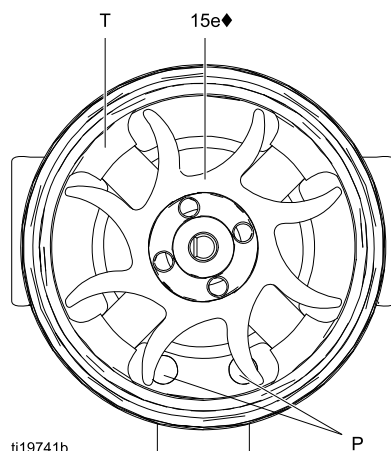
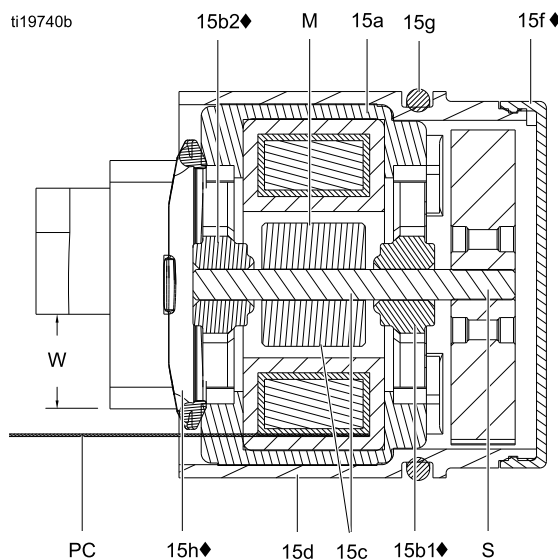

Figure 34 Fläktororientering
Figure 35 Tvärsnitt av generatorm
- Placera lindningen (15a) på arbetsbänken med fläktänden vänd uppåt. Tryck på fläkten (15e♦) på spindelns (S) långa ände. Fläktbladen måste orienteras enligt bilden.
- Tryck försiktigt in lindningen (15a) framänden på huset (15d♦) medan stiftet på lindningen mot spåret i huset. Treledarkontakten (PC) måste placeras under det bredare urtaget (W) på husflikarna, som i bild 35. Kontrollera att riktstiften (P) på lindningen placeras som i bild 34.
- Vrid fläkten (15e) om så behövs så att den går fri för de fyra lagerflikarna (T) på baksidan på huset. Se till att bottenaxellagrets knivar (15b1♦) är i linje med flikarna.